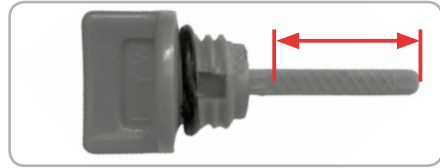

Fig.5
**Schimbarea periodică a uleiului de motor(Fig.5):**
- Scoateți bușonul de umplere ulei (18);
- Pregătiți o tavă pentru deversare ulei de motor uzat și poziționați dopul de drenare(12) deasupra acesteia;